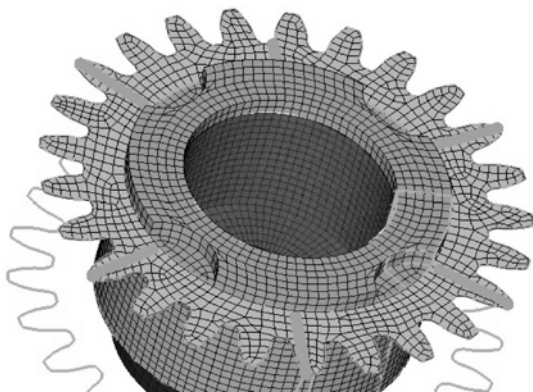

图 5-93 在整个曲面上生成 2d 网格并检查不连续的单元节点
- (10) 重复前面操作，在整个曲面上生成 2D 网格，如图 5-93 所示。
- (11) 进入 tool>edges 面板。
- (12) 在 tolerance=输入 0.1。
- (13) 将“对象”选择器切换为 elems 类型。
- (14) 选择生成的 2D 网格。
- (15) 单击 preview equiv 按钮，屏幕显示出不连续的单元节点，如图 5-93 所示。
- (16) 单击 equivalence 按钮，合并节点。
- (17) 单击 return 按钮。